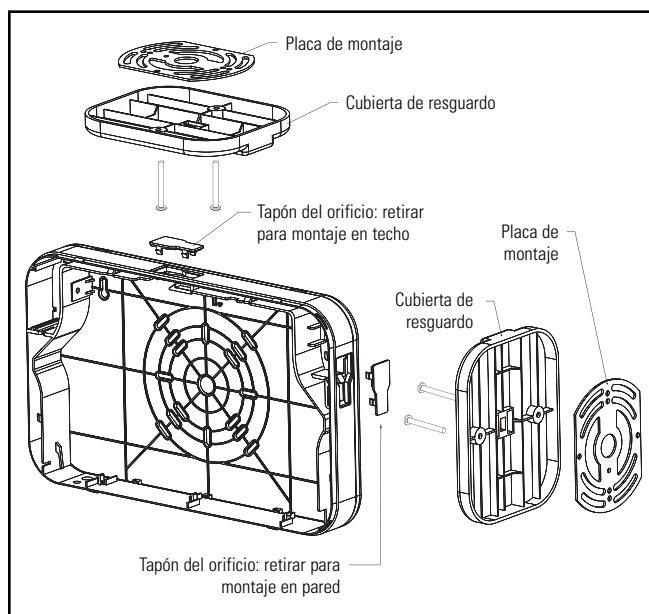

Figura 1
3. Si el montaje se realiza en el techo o en un extremo, retire el tapón del orificio correspondiente y colóquelo a presión en la cubierta de resguardo deslizándola en el orificio en forma de cerradura. Coloque el frente de la cubierta de resguardo a través del orificio de montaje hasta que el extremo del marco toque la cubierta de resguardo. Asegure el marco en la cubierta de resguardo deslizándolo el marco en dirección paralela a la longitud de la cubierta de resguardo hacia el extremo estrecho del orificio de montaje. Deslice el marco hasta que ambos ganchos encajen en la cubierta de resguardo, para impedir que se mueva fuera del orificio. Ver Figura 1.